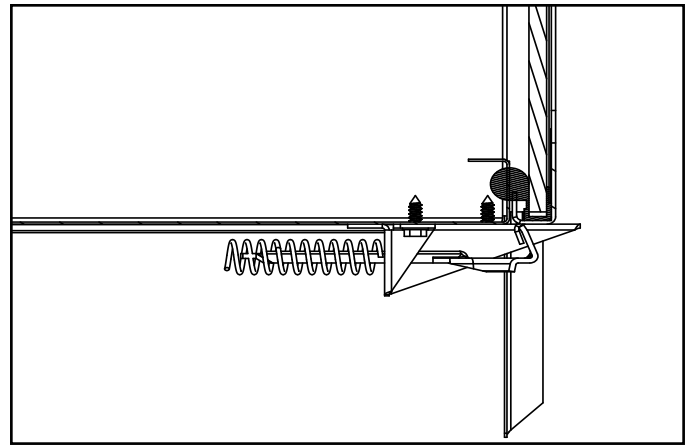

Figure 4.2 Assemblage de la vitre fixe
- Le panneau de verre fixe s'attache au foyer en quatre points. Les quatre mécanismes d'attache sont constitués de verrous à ressorts. Un exemple de verrou de vitre est montré à la Figure 4.2.